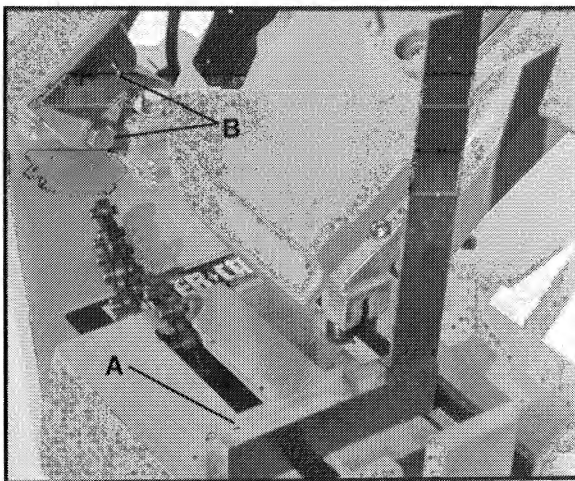

Fig. 10
3. Coloque una escuadra (A), Fig. 10, sobre la superficie de trabajo de la base y contra la hoja de la manera que se muestra en la ilustración, y asegúrese de que la hoja esté a 90 grados respecto a la superficie de trabajo de la base. Si es necesario realizar algún ajuste, afloje los dos tornillos (B), Fig. 10, y bascule el brazo hasta que la hoja esté a 90 grados respecto a la superficie de trabajo. Luego, apriete los dos tornillos (B).